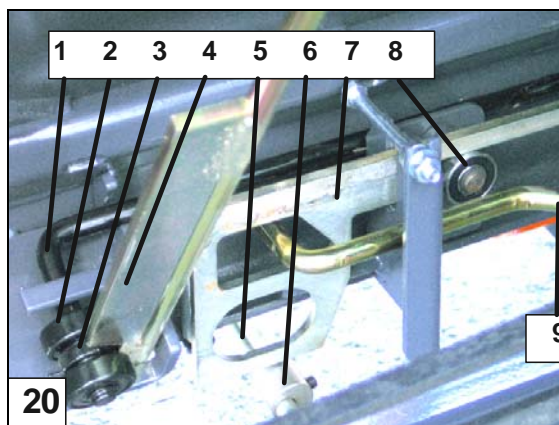
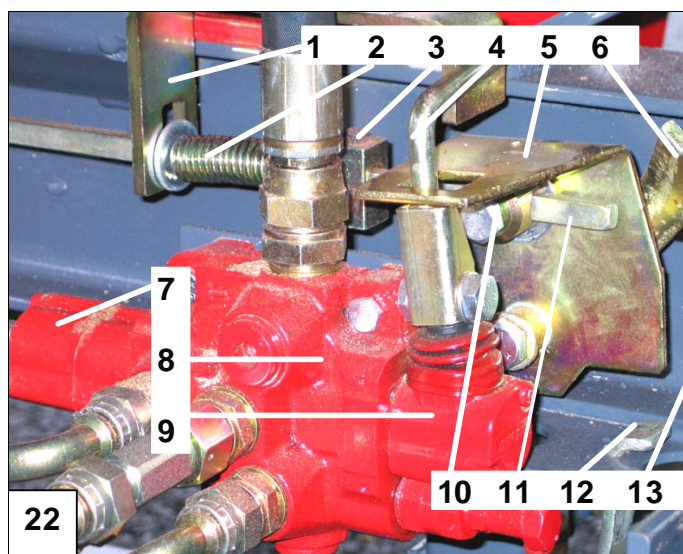

Bild 20. Utlösningsapparatens delar
Bild 22. Hydraulventilens delar
6.2 Utlösningsapparatens delar, bild 20
2. Avkännarens arm 5 (bild 20) lyfter upp utlösarstången 7 med hjälp av justeringsholken 6 och då frigörs stängens bakom det fasta begränsarlagret 8.
- Den manuella utlösarspaken inverkar på styrspaken för manuell start 9 (bild 20), som trycker på utlösarstångens 7 sneda yta. Då reser sig utlösarstången från bakom begränsningslager 8 och startar klyvningen.
6.5 Hydraulventilens delar, bild 22
- Då klyvrännans skyddsnet lyfts upp, skjuter säkerhetskilen 4 låsstången 1 (bild 20), i ett läge där låsspaken 6 (bild 22) hindrar utlösarspaken 4 från att röra sig.